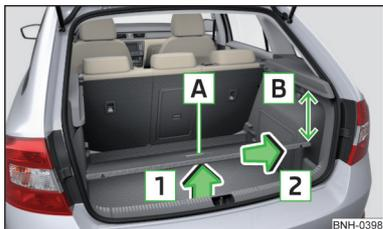

Fig. 102
- Agarrar el suelo de carga variable por el agarradero **A** » fig. 102.
- Al extraer o introducir el suelo de carga variable, respetar la distancia de 15 cm **B** » fig. 102 por debajo de la cubierta del maletero. Existe peligro de dañar la junta de la tapa del maletero.